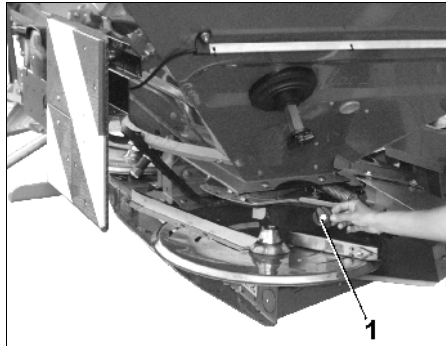

Fig. 53
- Flügelmutter (Fig. 53/1) entfernen.